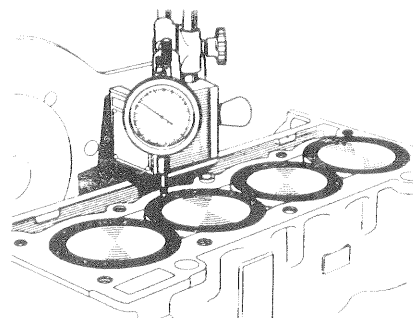

Fig. 40. — Contrôle du dépassement correct des chemises
• Présenter les chemises munies d'un joint d'embase en papier d'épaisseur convenable pour obtenir un dépassement de 0,01 à 0,08 mm (fig. 40).